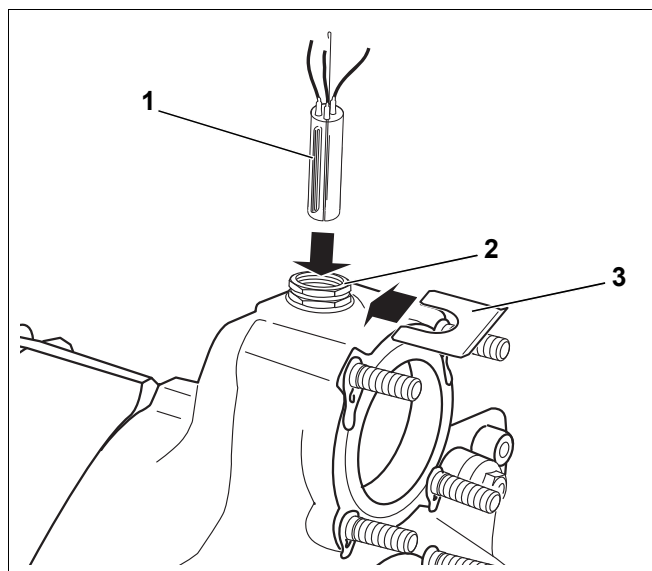

Рис. 45 Установка датчиков
Установите комплект датчиков, подключенных к системе управления (три датчика, одна заглушка рис. 45, [1]) в погружную гильзу R ¾".
- ▶ Проложите капиллярные трубки с датчиками к месту измерения на котле, там вставьте датчики в погружную гильзу (рис. 45, [2]) и закрепите фиксатором (рис. 45, [3]).